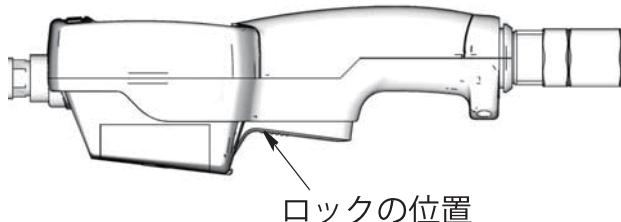

Fig.1
- ・注意タグが取り付けられているか確認してください。(Fig.1)